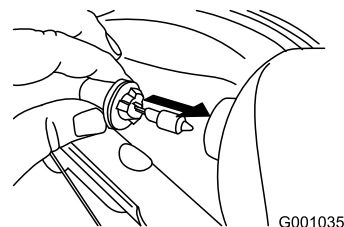

Figure 55
4. Introduisez une ampoule neuve dans le phare par l'arrière (Figure 55).